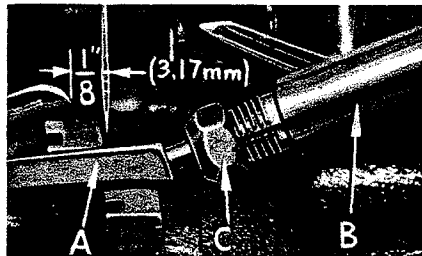

Fig. 5
Bei allen in diesem Katalog angeführten Maschinen, führe den Untergreifer (A, Fig. 5) in die Bohrung der Stange (B) ein. Bei linksseitiger Endstellung des Greifers stelle die Greiferspitze mit einem Abstand von $1/8'' = 3,2 \text{ mm}$ zur Nadelmittle ein, wobei die Greiferlehre Teil Nr. 21225-1/8 benutzt werden kann. Die Nadel darf vom Untergreifer nicht weggedrückt werden. Ziehe Mutter (C) fest an.
On all of the Styles covered in this catalog insert lower looper (A, Fig. 5) into bar (B). With lower looper at left end of its stroke, set looper point $1/8'' = 3,2 \text{ mm}$ from center of needle (Fig. 5), using looper gauge No. 21225-1/8. Do not have lower looper deflecting needle. Tighten nut (C).